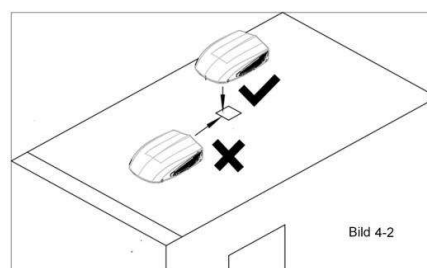

Bild 4-2
2. Ställ ytterenheten på fordonets tak, lyft bort enheten och borra hålen, ställ enheten tillbaka. Släpa inte enheten, sigilltejpen kan lossa. (Se Bild 4-2).